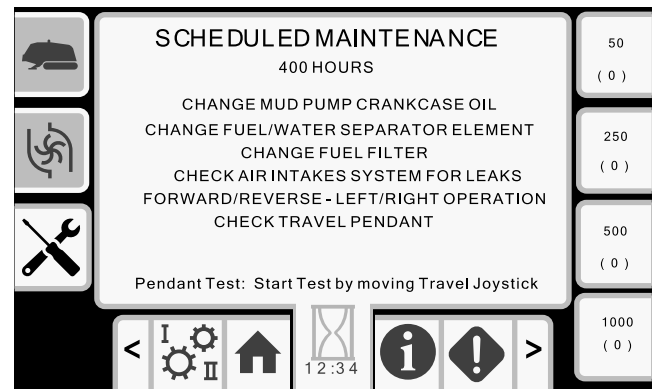

Bild 50
- Taste 7: Wartungsplan mit 400 Stunden (Bild 50)